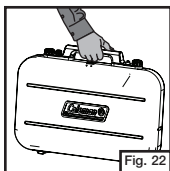

Fig. 22
- Para llevar la estufa, agárrala firmemente por el asa. (Fig. 22)